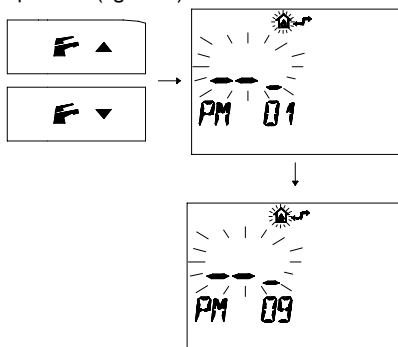

fig. 9.19
- 3 Premere i pulsanti  o  per visualizzare la programmazione "**PM 09**" modo spazzacamino (fig. 9.19)